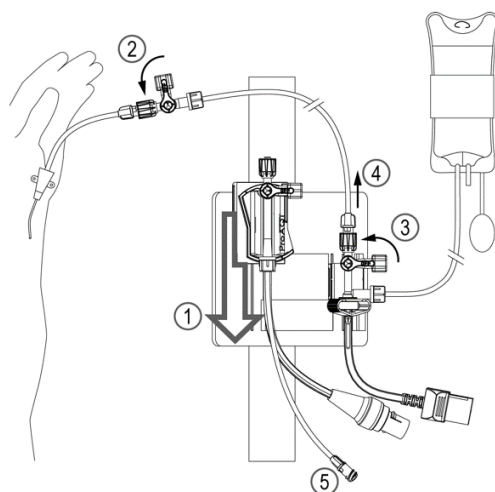

図 1
- (1) 設置プレートに先に取り付けられた圧トランスデューサの隣に本品
を設置する(図1①)。必要に応じて別売りの専用アダプタを使用
- (3) 三方活栓の患者側圧ラインから患者へのルートを閉じる。(図1
②)。
- (4) 三方活栓の接続済み圧トランスデューサから患者へのルートを閉
じる。(図1③)。
- (5) 動脈圧ラインから直接繋がっている圧トランスデューサを外す。(図
- (7) 本品に既に取り付けられているライン(図1⑤)を圧トランスデューサ